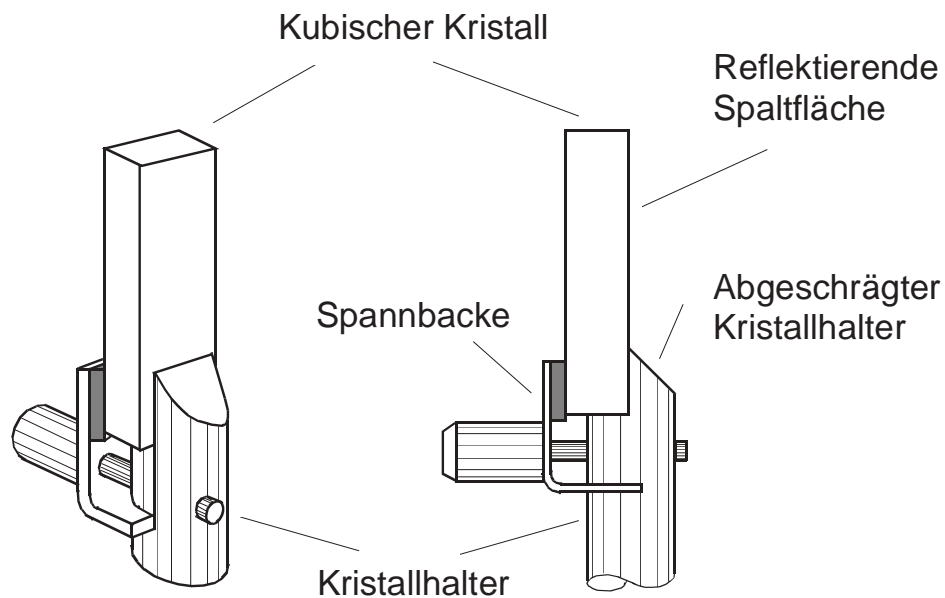

Abb. 2: Halterung des LiF-Einkristalls
Der Einbau der Kristalle erfolgt gemäß Abbildung 2. Die matt erscheinende Seitenfläche des Kristalls ist die reflektierende Seite für die Röntgenstrahlung. Nehmen Sie den LiF-Einkristall (blau) aus Zubehör I und setzen Sie ihn mit einer kurzen und schmalen Seitenfläche auf die Stufe des Einkristallhalters. Dabei soll eine der beiden langen und breiten (100)-Spaltflächen gegen die abgeschrägte Verlängerung des Kristallhalters stoßen. Ziehen Sie die Halteklammer so weit an, bis der Kristall sicher durch die Gummispannbacke festgehalten wird.